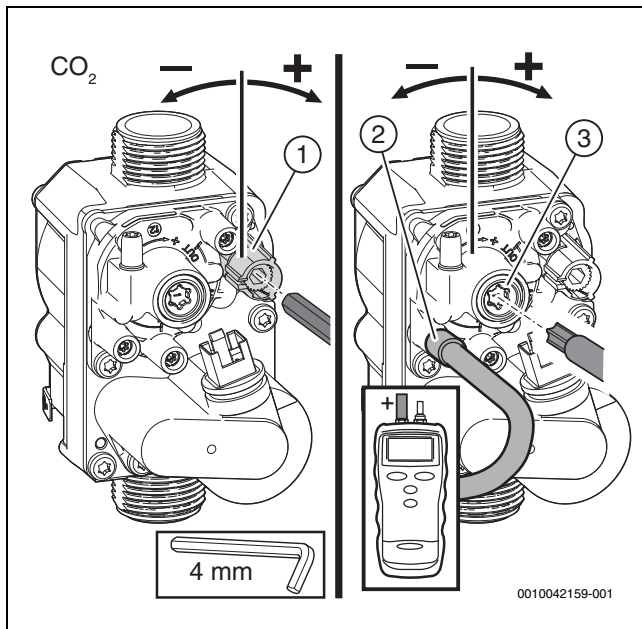

Bild 44 Einstellen der Gasarmatur
- Plombe an der Einstellschraube der Gasarmatur entfernen (nur Gasarmatur unten in Bild 44) und CO₂- oder O₂-Gehalt für minimale Nennwärmeleistung einstellen.